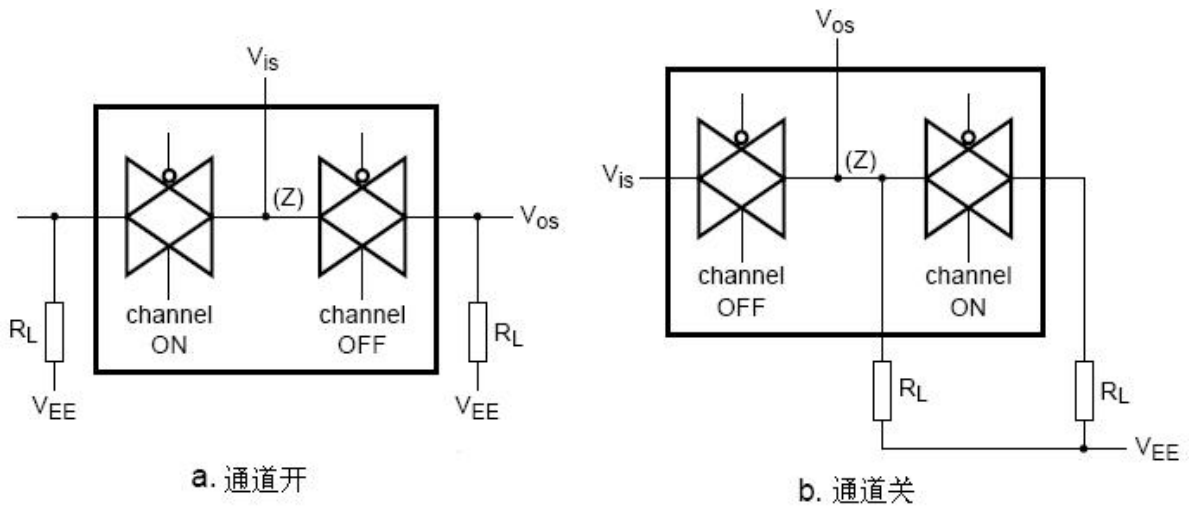

图 9、通道间串扰测试图
- $R_L = 1\text{ k}\Omega$ ;  $20\log V_{os}/V_{is} = -50\text{ dB}$ , 见图9